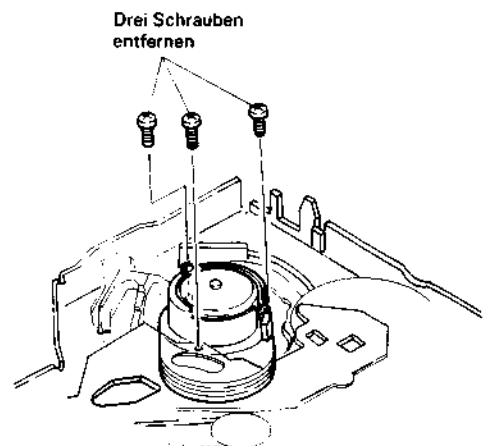

Abb. 2.71 Ausbau der unteren Kopftrommel
4. Die drei (3) Befestigungsschrauben der unteren Kopftrommel und der Kopftrommel-Abschirmung entfernen (siehe Abb. 2.71).